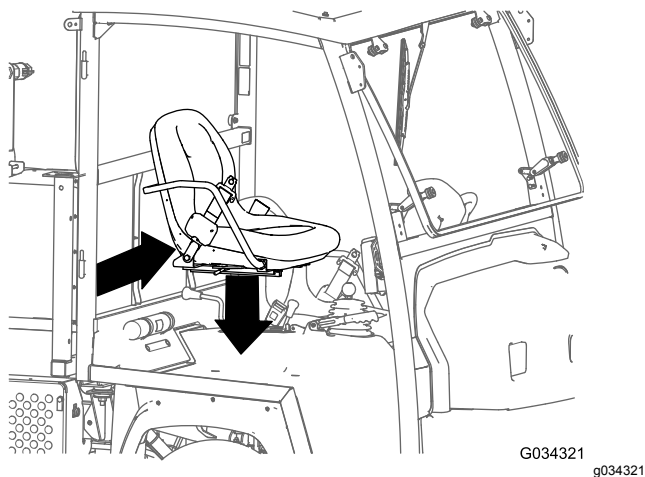

図 12
1. 座席トラックについている穴を座席ベースの穴に合わせて座席を載せる 図 12。